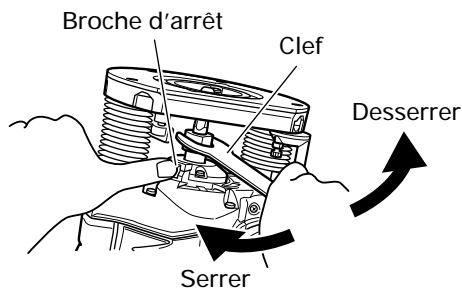

Fig. 2
- (1) Nettoyer et insérer la queue de la mèche dans le mandrin de serrage jusqu'à ce que la queue touche le fond, puis la ramener en arrière d'environ 1/16" de pouce (2 mm).
- (2) Une fois que la mèche est insérée et que la goupille de verrouillage pressée tient l'arbre d'armature, utiliser la clé de 23 mm pour serrer fermement le mandrin de serrage dans le sens des aiguilles d'une montre (vu de dessous la détoureuse). (Fig. 2)
- (3) Si l'on utilise une mèche à queue de 1/4" de pouce de diamètre, remplacer le mandrin de serrage par celui pour mèche à queue de 1/4" de pouce de diamètre, qui est fourni comme accessoire standard.